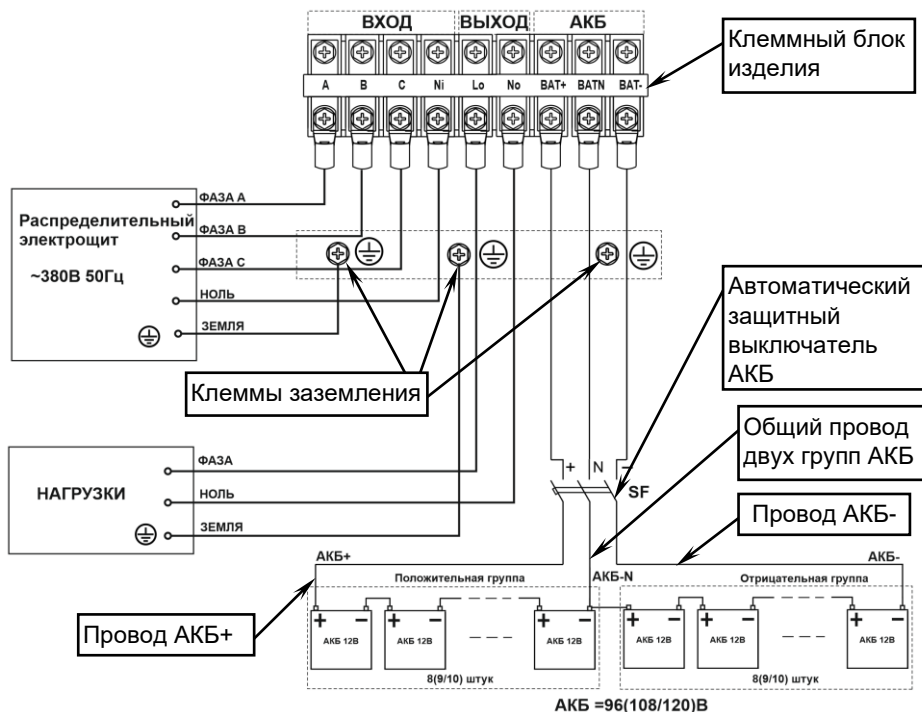

Рисунок 19 — Схема подключения изделия и монтажа аккумуляторной батареи
Между АКБ и изделием должен быть подключен DC — совместимый трехполюсный термоманитный защитный автоматический выключатель SF, (или другое устройство защиты, например, — группа предохранителей с трёхполюсным выключателем), расположенный как можно ближе к АКБ, см. рисунок 19. Защитный автоматический выключатель должен удовлетворять следующим критериям:
Затем выполнить, **с соблюдением полярности**, последовательное соединение аккумуляторных батарей 12В, в соответствии с двухполярной схемой (см. рисунок 19) при помощи перемычек АКБ (перемычки АКБ входят в комплект поставки).
- подключите провода заземления кабелей подключения питающей сети и нагрузки к соответствующим клеммам заземления изделия (см. рисунок 19);
- подключение кабелей выполняйте в соответствии маркировкой, нанесенной на клеммных блоках изделий (см. рисунок 19);
- к клеммам заземления каждого изделия подключите провода заземления кабелей подключения питающей сети и нагрузки (см. рисунок 19);
- еще раз убедитесь в том, что фазные и нулевые провода кабелей питающей сети от выключателей входного распределительного щита подключены к соответствующим зажимам клеммных блоков каждого изделия (см. рисунок 19);